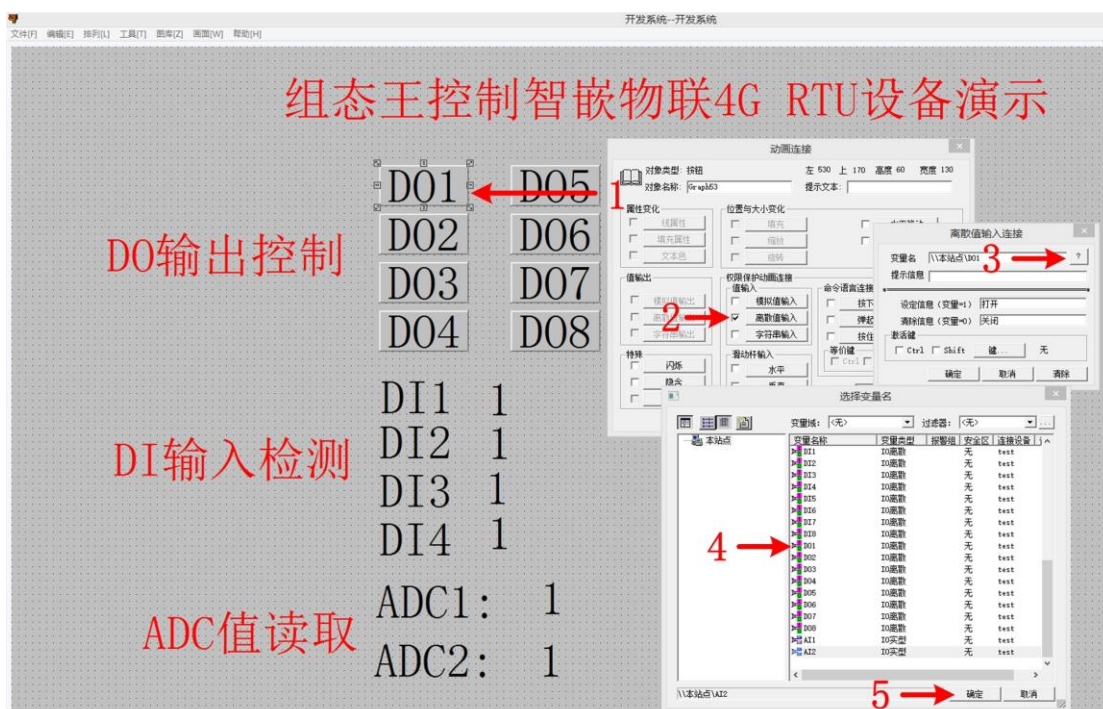
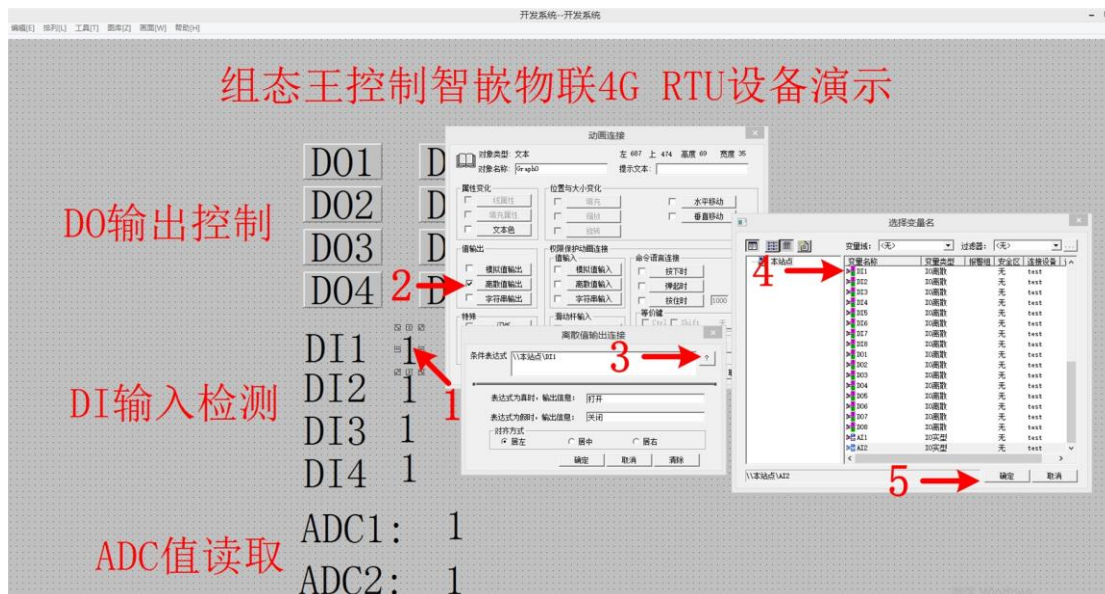
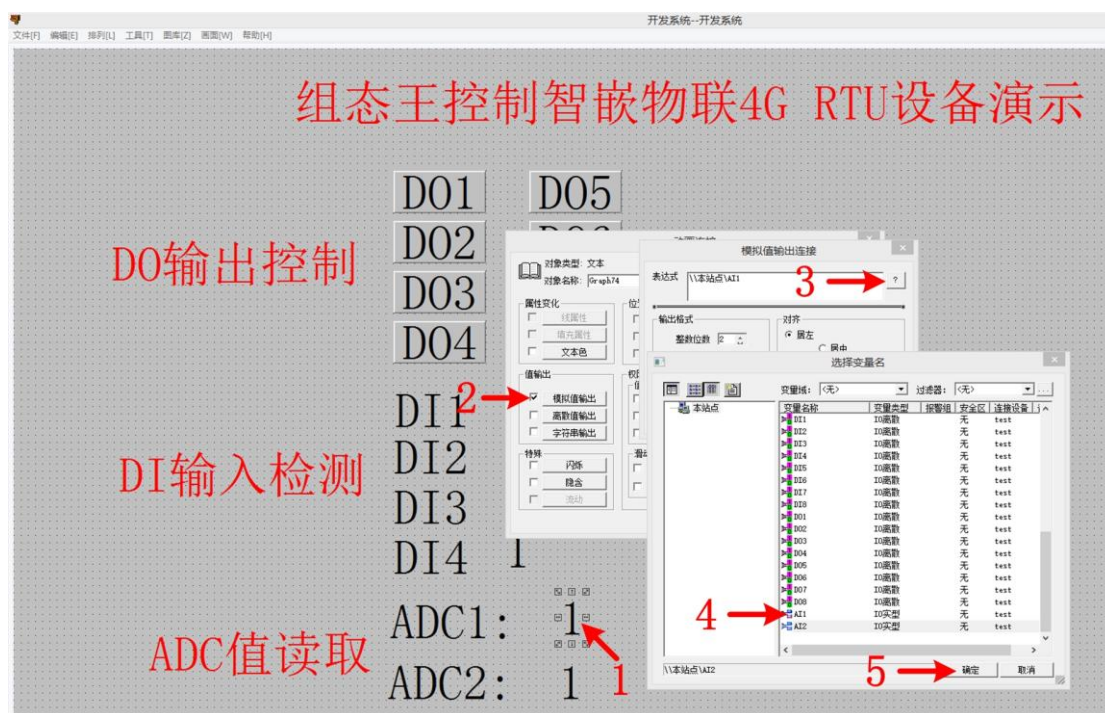

图 10.35 组态王变量关联 DO 输出
图 10.36 组态王变量关联 DI 输入
图 10.37 组态王变量关联 ADC
6. 分别双击界面中的按钮及文本，在弹出的对话框中，按图 10.35、图 10.36、图 10.37 步骤设置。